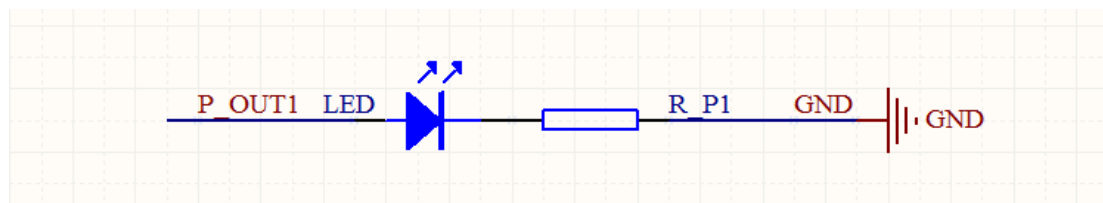

图 5 输出端接线图
- VCC\_IN：输出端电源。输出端为其他系统（系统 B）提供信号源，而系统 B 是使用另外一个电源供电的情况下，VCC\_IN 需要接到系统 B 的电源正，同时要注意系统 B 使用不同电压值，要在输出端串联不同阻值的电阻，具体可以参考图 5 输出端接线图。
输出端的接线方式如图 5，在使用过程中，根据具体使用的工作电压，选择不同的分压电阻  $R_{P1}\sim R_{P8}$ ，这个分压电阻可以按以下电压值来选择，而且一定要注意改变电压时一定要同时改变这几个分压电阻，否则会烧毁内部的光电隔离器。